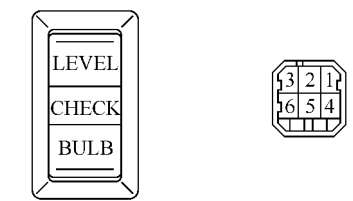

图 18-146 检查手动开关和接插件
- (2) 检查手动开关，手动开关和接插件如图 18-146 所示。其导通情况见表 18-35。